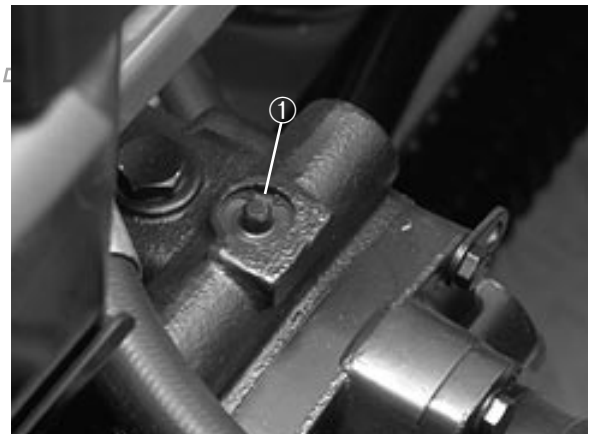

Bild 18
1. Das Bypassventil befindet sich an der Oberseite der Hydraulikpumpe (Bild 18). Das Ventil um 90° nach links oder rechts drehen, um es zu öffnen und ein internes Umleiten des Öls zu ermöglichen. Da das Öl umgeleitet wird, läßt sich die Maschine—langsam—bewegen, ohne dem Getriebe Schaden zuzufügen.